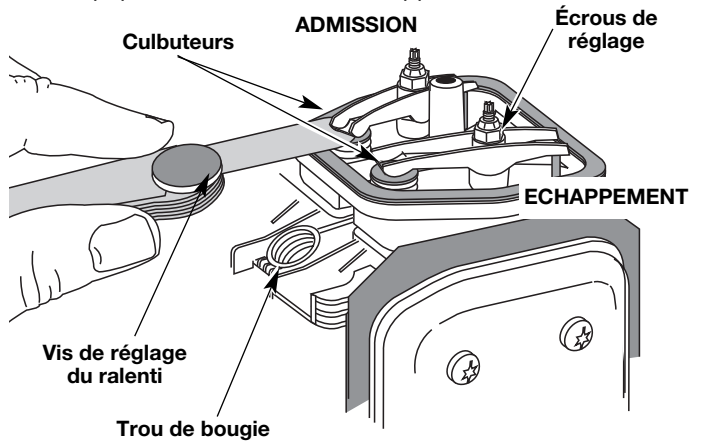

Fig. 54
- Le piston est au sommet de sa course lorsqu'on regarde par le trou de la bougie (Fig. 54)
L'écart de jeu recommandé pour l'admission et l'échappement est de 0,076 – 0,152 mm (0,003 – 0,006 po). Servez-vous d'une jauge d'épaisseur d'automobile standard de 0,127 mm (0,005 po). La jauge d'épaisseur devrait pouvoir glisser entre le culbuteur et la tige de soupape en rencontrant une faible résistance mais sans coller (Fig. 54 et 55).
- a. Tournez l'écrou de réglage à l'aide d'une clé de 8 mm (5/16 po) ou d'un tournevis à embout hexagonal (Fig. 54).